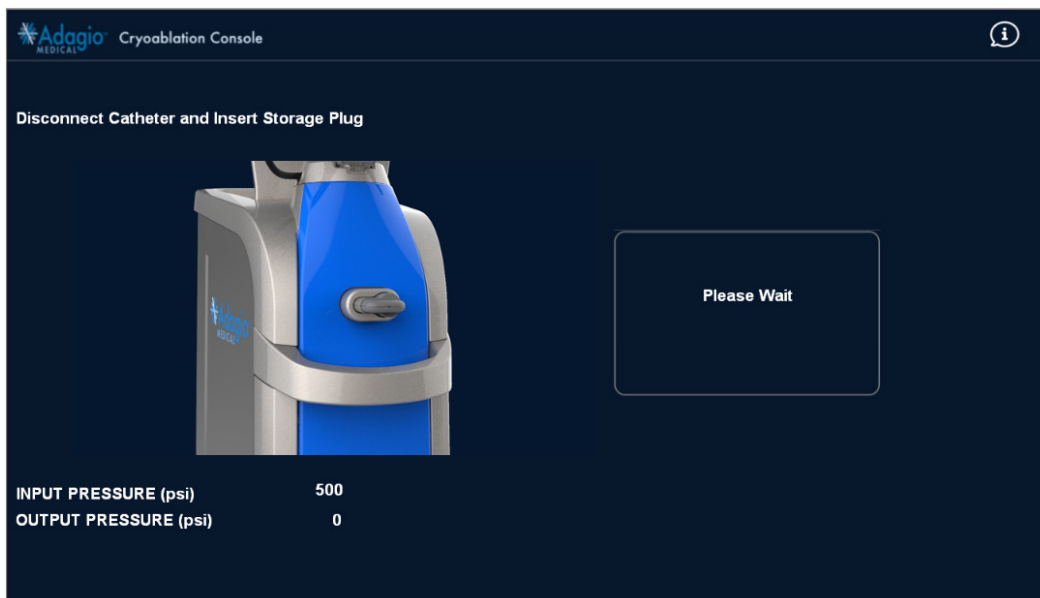

Figure 56 – Écran de débranchement du cathéter de la console
3. La console dépressurise le cathéter et débloque automatiquement le connecteur du cathéter (Figure 56).